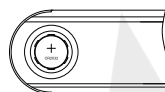

Fig.2
---Carregue uma bateria CR2032 com o lado positivo da bateria voltado para fora (Fig.2)